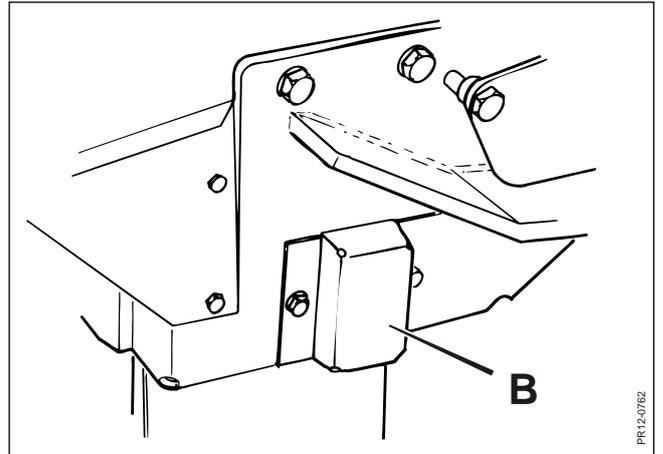

Fig. 4-7
**Fig. 4-7** Der Abfüllstutzen des Winkelgetriebes **A** ist unter dem Schutzdeckel **B** in dem Rahmen des Schneidwerks unter dem Schutztuch angebracht. Das Öl wird einfacher abgefüllt, wenn den Abfüllstutzen des Winkelgetriebes auch losgeschraubt ist.